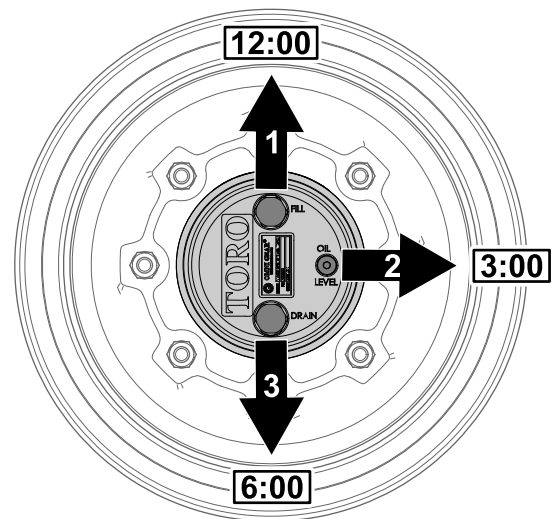

Figura 65
1. Aparque la máquina en una superficie nivelada, coloque la rueda de modo que el tapón de llenado se encuentre en la posición de las 12, el tapón de verificación en la posición de las 3 y el tapón de vaciado en la posición de las 6 (Figura 65).
2. Retire el tapón de verificación en la posición de las 3 (Figura 65).
- Aparque la máquina en una superficie nivelada, coloque la rueda de modo que el tapón de llenado se encuentre en la posición de las 12, el tapón de verificación en la posición de las 3 y el tapón de vaciado en la posición de las 6; consulte Figura 65 en Comprobación del lubricante de la transmisión planetaria \(página 63\).